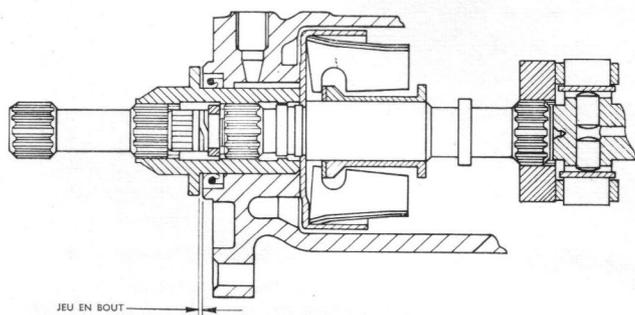

Fig. 34 Vue de l'entraînement à fourreau illustrant le jeu en bout
12. Vérifier le jeu longitudinal de l'arbre d'entraînement. Ce jeu, mesuré entre la face arrière du moyeu et le corps de pompe, ne devra pas excéder 0,25 mm. Si le jeu est plus important, la cage des masselottes et (ou) le corps de pompe devront être remplacés, puis le jeu longitudinal devra être de nouveau vérifié (Fig. 34).